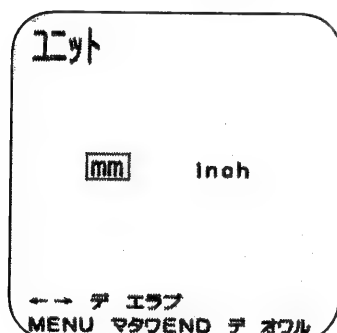

図12
7. 6. 1. 単位の設定は、図11を表示させたあと、☐ ユニットにカーソルを合わせSTARTキーを押してください。図12が表示されます。